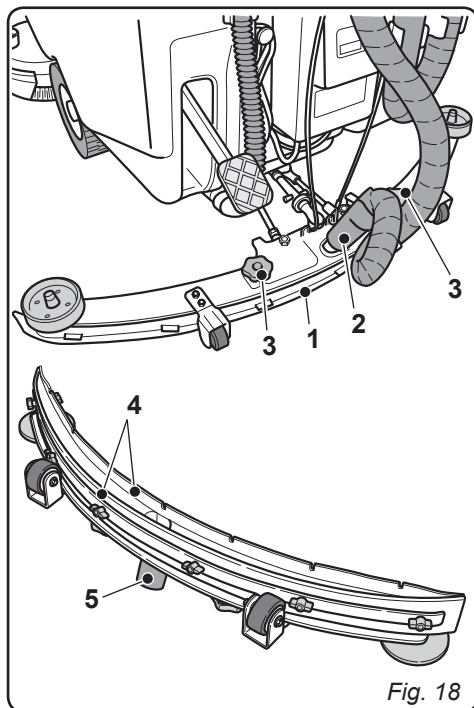

Fig. 18
10.1.c - Nettoyage du groupe suceur (Fig. 18)